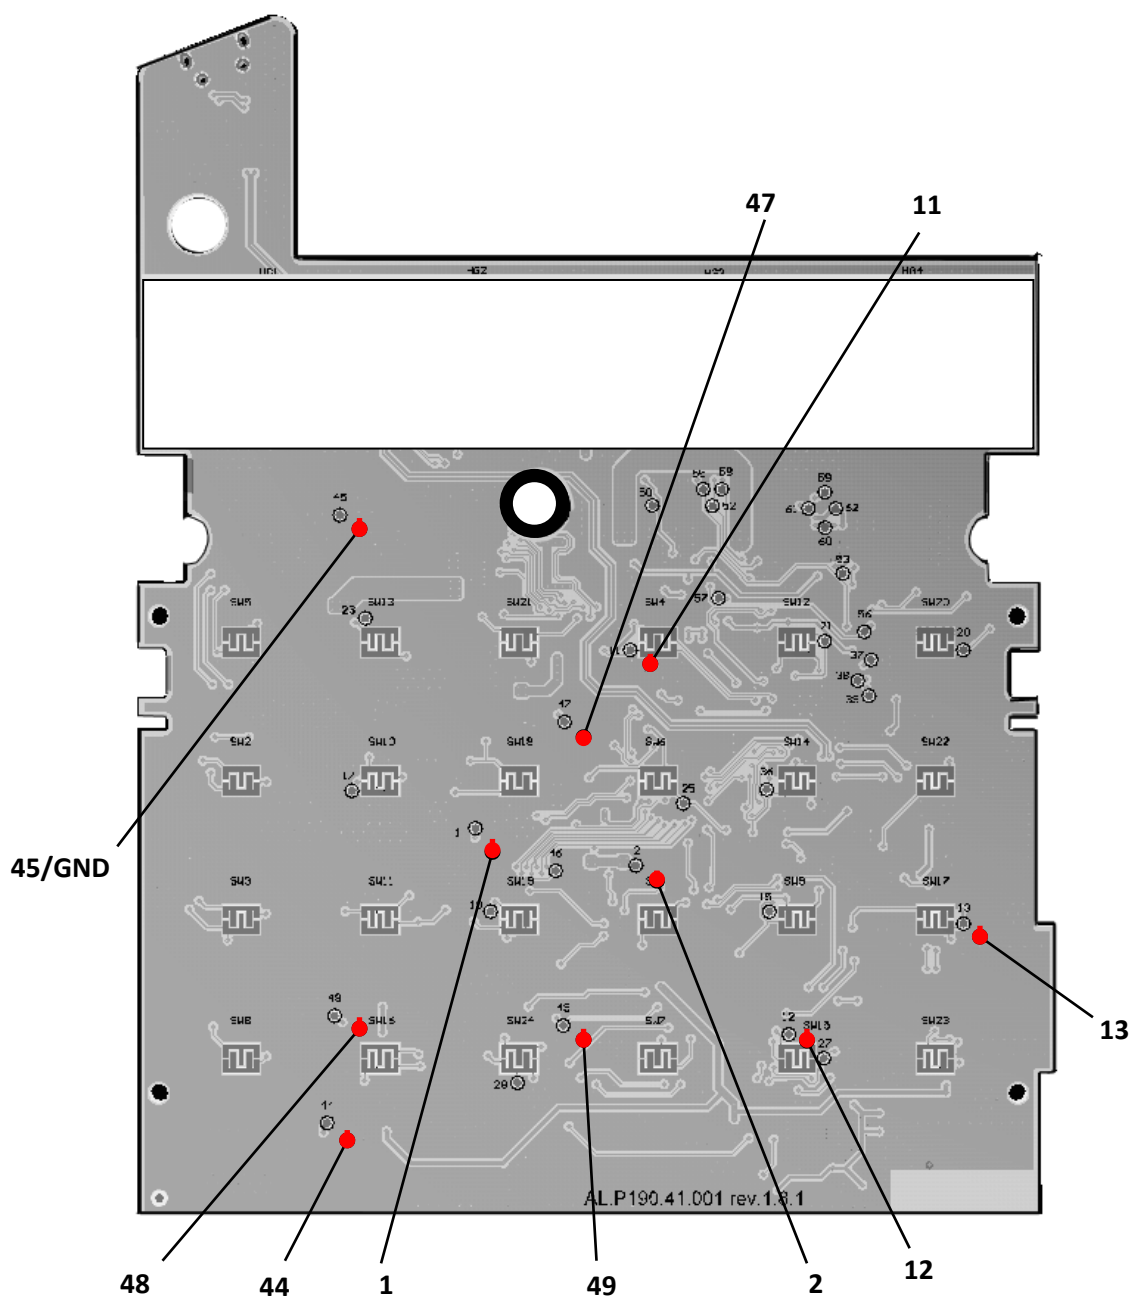

Рисунок 36. Обозначение контрольных точек блока управления AL.P190.41.000 rev. 1.8.1 / rev. 1.9
2. Проверить при помощи мультиметра напряжение между контрольными точками **GND** и **44** (рисунок 36). Напряжение должно составлять **9,0 В ± 0,5 В**.
3. Проверить при помощи мультиметра напряжение между контрольными точками **GND** (**45**) и **44** (рисунок 36). Напряжение должно составлять **9,0 В ± 0,5 В**.